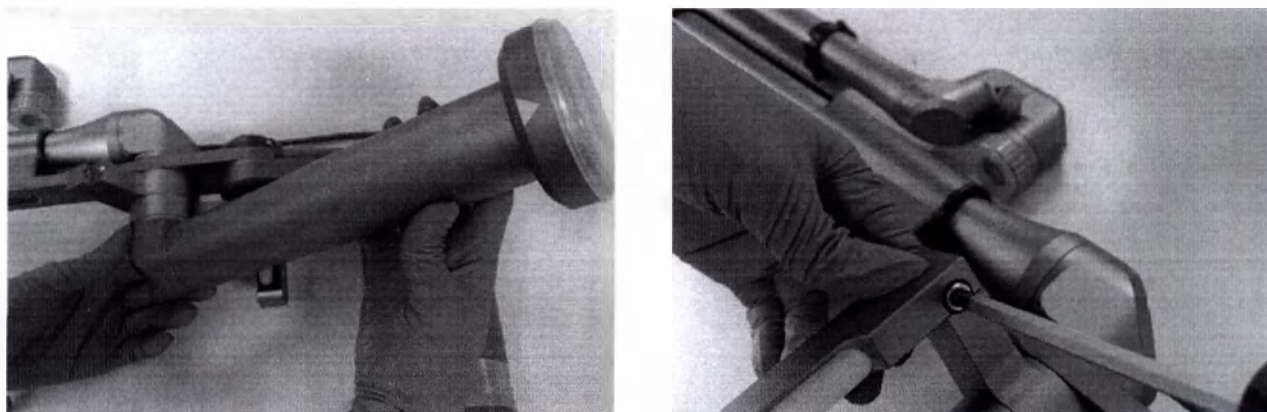

Рис.8.8 – Подсоединение ограничителя шарнирного манипулятора
8.1.4.4. Переведите стойку шарнирного манипулятора в положение, как показано на рис.8.8, установите ограничитель наклона шарнирного манипулятора в пазы шарнирного манипулятора и закрепите его с помощью шестигранного винта М5 и шестигранного ключа 4 мм.